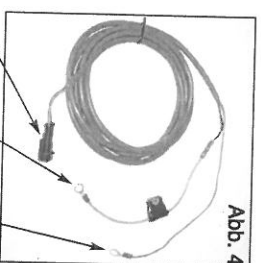

Abb. 4
- Das Kabel mit der fliegenden Sicherung (15A) (Abb.4) muß mit dem Pluspol, das andere Kabel mit dem Minuspol der Batterie verbunden werden.